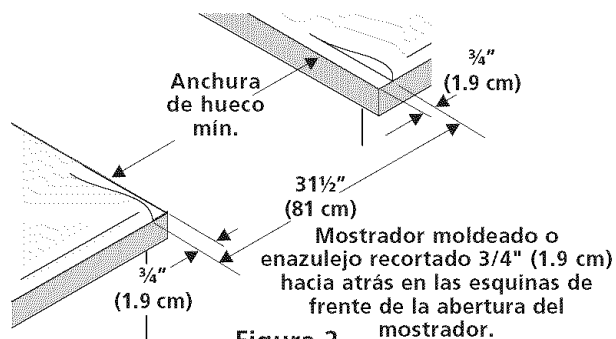

Figura 2
- El reborde de frente de mostradores moldeados** deben tener bordes moldeados a 3/4" (1.9cm) a partir de cada extremidad de la apertura (Figura 2).
- Los mostradores enazulejos** deberán necesitar un recorte de 3/4" (1.9 cm) a partir de cada extremidad y/o un borde redondeado aplanado (Figura 2).